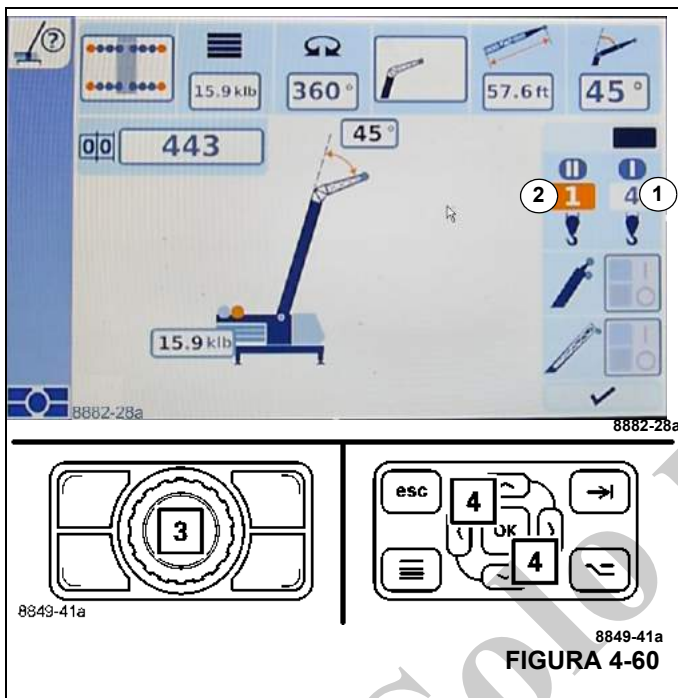

FIGURA 4-60
- Use los botones (3, Figura 4-60) o (4) para seleccionar el enhebrado de aparejo.